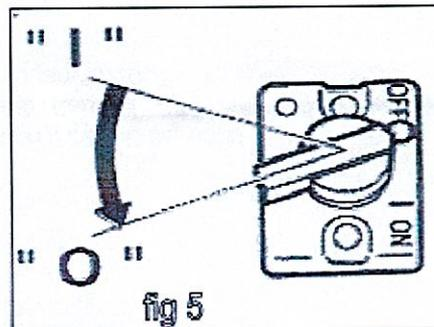

fig 5
- Mettre le switcher sur « OFF » (fig.5).